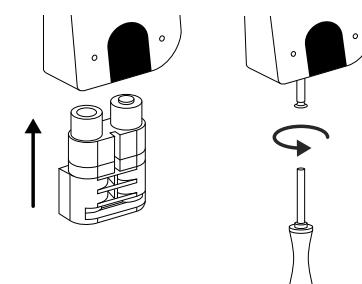

Abb. 5
- ⑤ Setzen Sie das Batteriefach wieder in das Gehäuse ein und schrauben Sie es fest (Abb. 5).